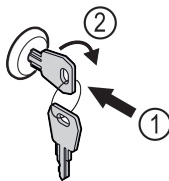

Fig. 181
- ▶ Įspauskite raktą. Fig. 181 (1)
- ▶ Pasukite raktą 90° pagal laikrodžio rodyklę. Fig. 181 (2)